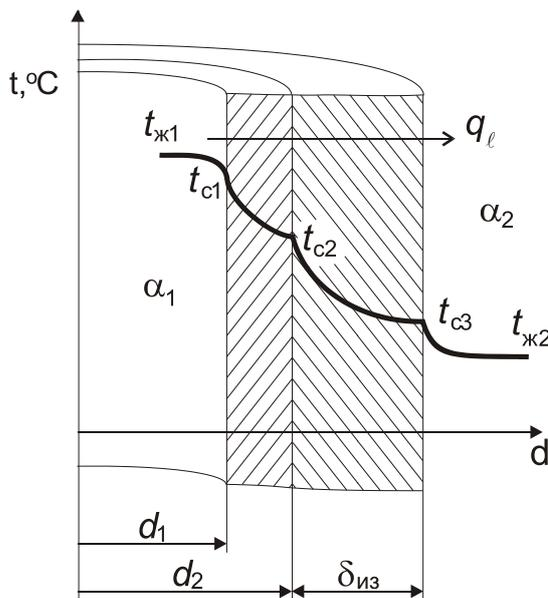

Рис. 2.13
**2.50.** Вычислить потерю теплоты с  $1\text{ м}$  неизолированного трубопровода (рис. 2.13) диаметром  $d_1/d_2 = 150/165\text{ мм}$ , проложенного на открытом воздухе, если внутри трубы протекает вода со средней температурой  $t_{\text{жс}1} = 90\text{ }^{\circ}\text{C}$  и температура окружающего